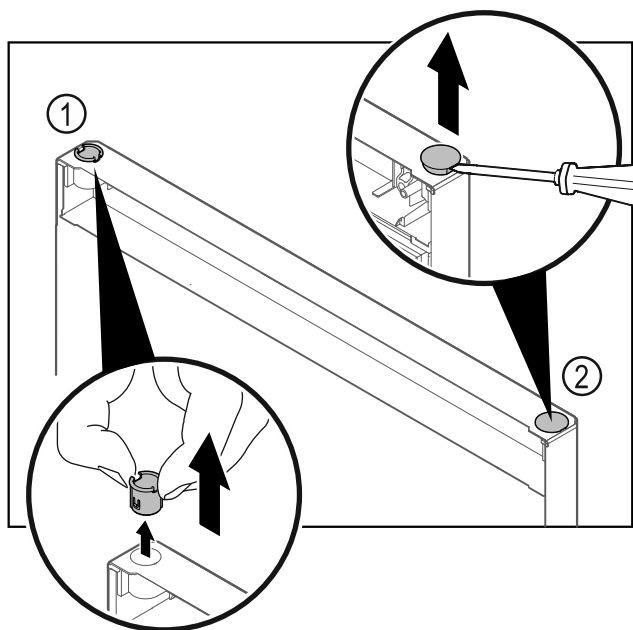

Fig. 27
- Izvucite čahuru šarke Fig. 27 (1) prstima.
- Odvijačem s ravnom glavom oprezno podignite čep Fig. 27 (2) i izvadite ga.